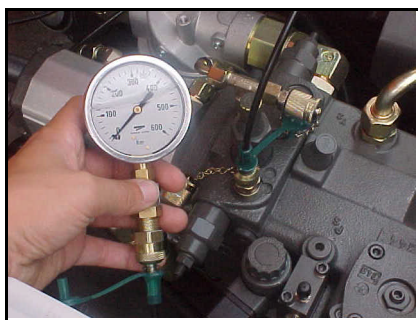

fig. 1
- Conectar un manómetro en las toma Mb (máquina en marcha hacia atrás)(fig 1).
- Join up a manometer to the intake numbered Mb (machine running back)(fig 1).
- Join up a manometer to the intake numbered Ma (machine running front)(fig 1).